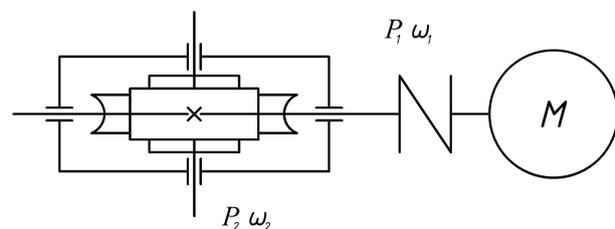

Рис. 9.4. Расчетная схема к задаче № 4
4. Рассчитать червячную передачу редуктора (рис. 9.4). Передаваемая червяком мощность P_1 угловая скорость его ω_1 и передаточное число передачи u приведены в табл. 9.4. Недостающими данными задаться. Срок службы передачи 20000 ч.